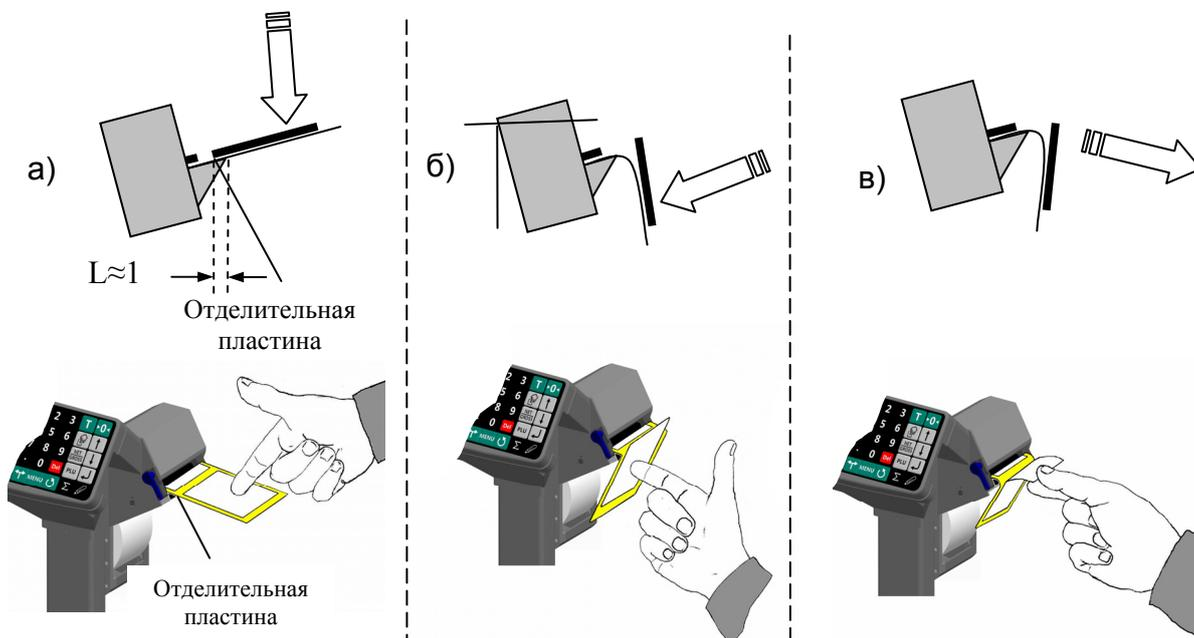

Рис. 4.10 - Ручное отделение этикетки
- После печати край этикетки остановится над отделительной пластиной (Рис. 4.10 а);
- Легким нажатием указательного пальца отклонить этикетку вниз вместе с лентой (Рис. 4.10 б). Край этикетки отделится от ленты;
- Снять этикетку с ленты, удерживая ее за верхний край большим и указательным пальцами (Рис. 4.10 в).
3 Если край этикетки не отделяется при нажатии или отделяемый край слишком мал, то необходимо откорректировать место остановки этикетки. Рекомендованное место остановки, когда край этикетки не доходит до конца отделительной пластины на 1÷2 мм (см. Рис. 4.10 а). Порядок изменения места остановки этикетки описан в разделе (п. 6.11.4.3). Первая этикетка после включения питания весов или